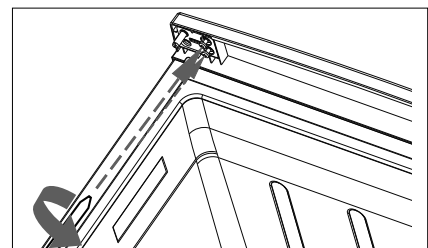

Abb. 8
- ▶ Befestigen Sie das obere Scharnier mit den beiden Halterungsschrauben mit einem Kreuzschlitzschraubendreher auf der linken Seite (Abb. 8).